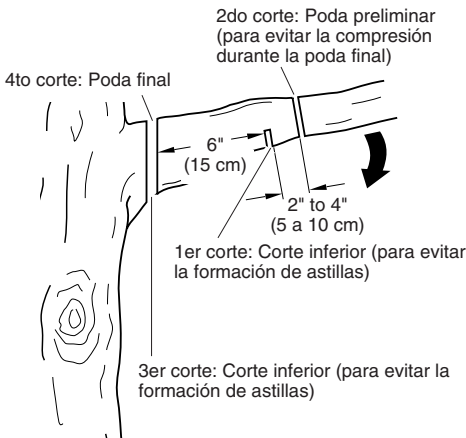

Figura 17 - Poda de una rama
1. Haga el primer corte a quince centímetros del tronco del árbol, del lado inferior de la rama. Utilice el lado superior de la barra de guía para realizar este corte. Atraviese la rama hasta llegar a 1/3 de su diámetro. (vea la Figura 17).